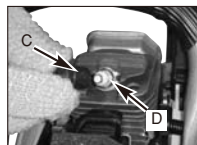

Bild. 18B
3. Ziehen Sie den Leitungsstecker (C) von der Zündkerze ab (D), indem Sie gleichzeitig an ihm ziehen und ihn drehen (Bild. 18B).